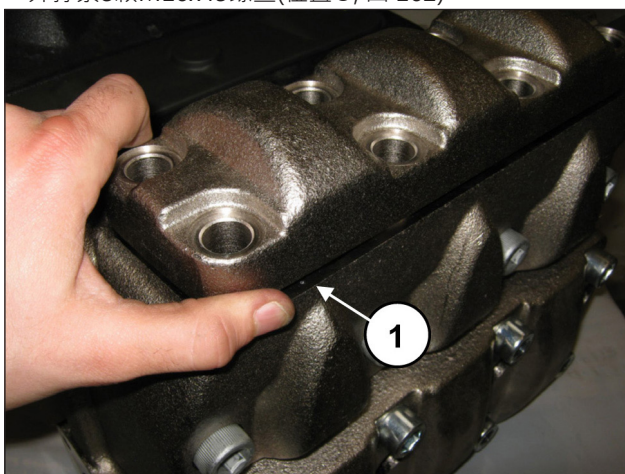
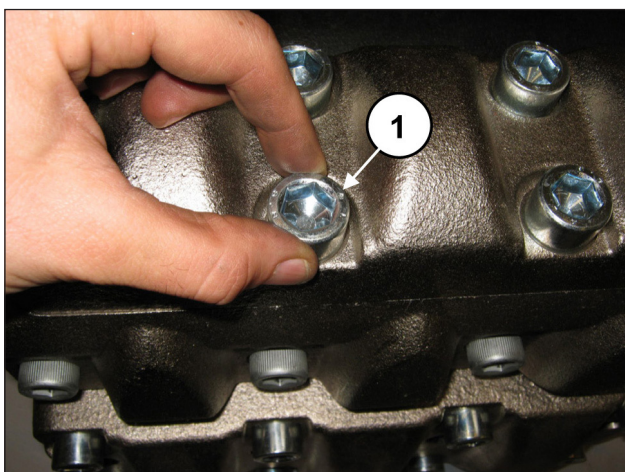

图 161
图 162
排出阀组安装完毕后，盖上排出阀的盖子(位置①，图 161) · 并拧紧8颗M16x45螺丝(位置②，图 162)。